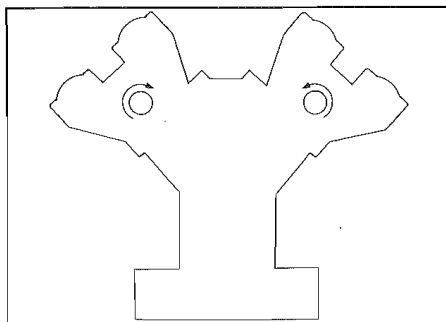
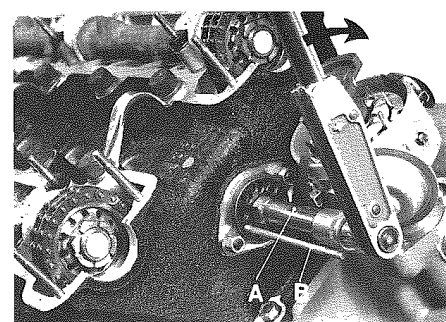

Fig. 7 - Senso di rotazione per tensione catena distribuzione
Fig. 8 - A) Dado cieco n. 23 - B) Estrattore n. 24
- Montare sul perno eccentrico il dado cieco 3 (o controdado), ruotare leggermente il perno verso l'interno del motore con una chiave (**Fig. 7**) ed estrarre il grano di bloccaggio con l'attrezzo n. 24 (**Fig. 8**).
- Screw cam nut 3 or counter nut on eccentric pin using a wrench (**Fig. 7**). Slightly rotate the pin towards the inner part of the engine and remove, lock dowel using tool No. 24 (**Fig. 8**).